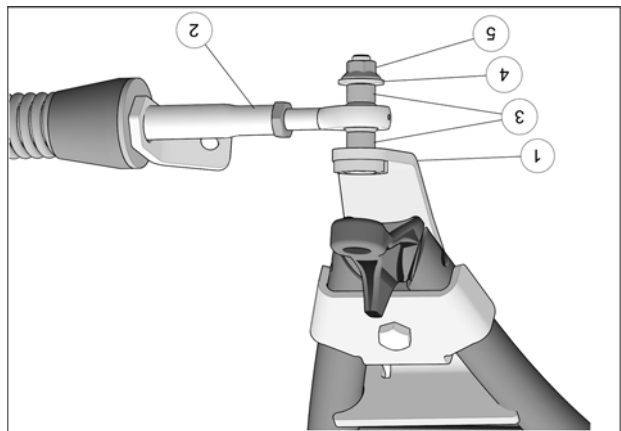

Fig. 15
8. Fixer le bras stabilisateur (2) au boulon déjà installé sur l'ancrage de suspension (1) à l'aide des deux espaceurs (3), de la rondelle (4) et de l'écrou autobloquant (5). Serrer à un couple de 70 N•m [52 lb•pi]. Voir la Fig. 15